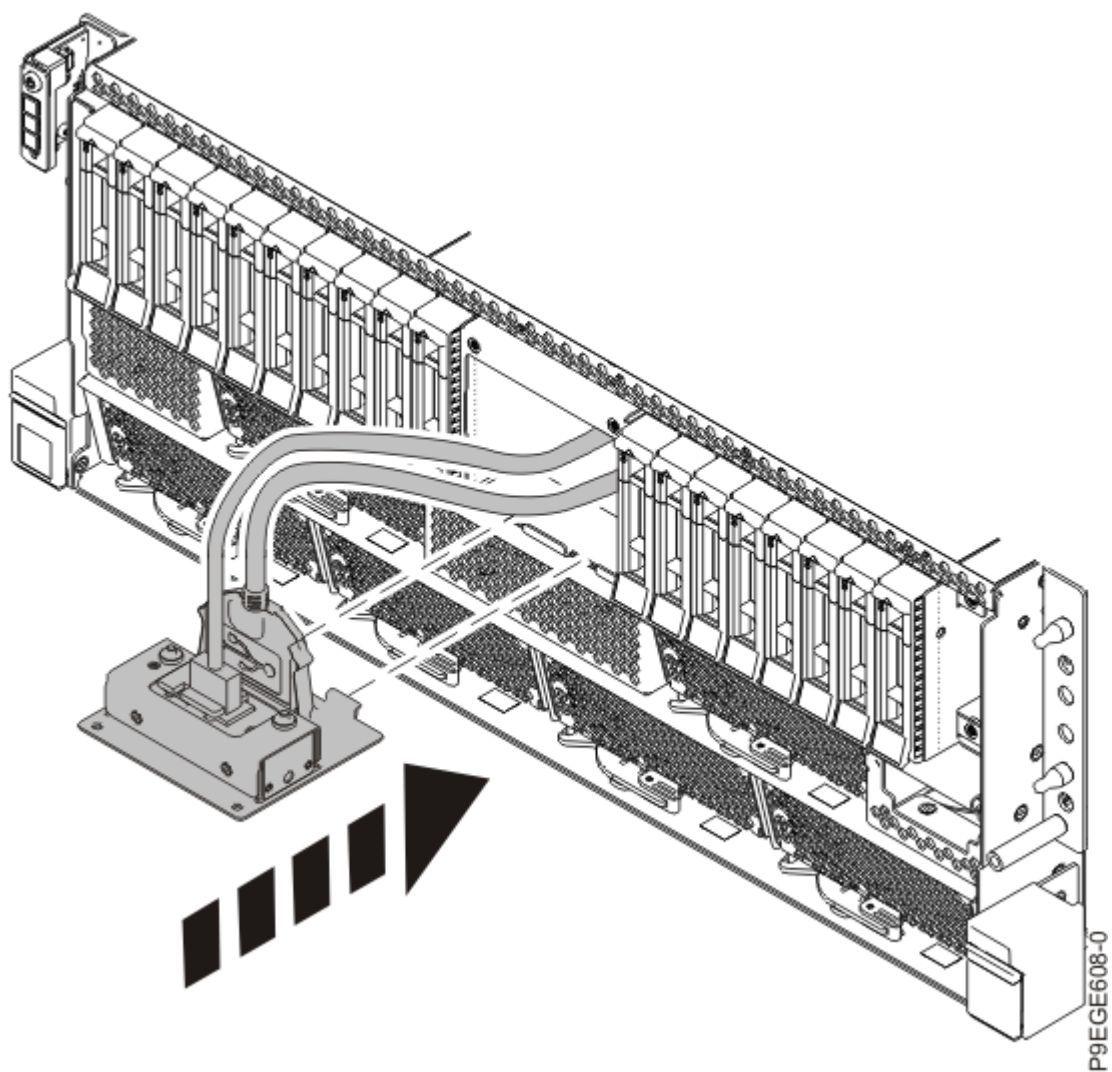

図 23. 前面 USB ケーブルの挿入
3. 前面 USB ケーブルをシステムの 前面にある開口部に挿入します (25 ページの図 23 を参照)。ケーブルを、シャーシを通してシステム・シャーシの右側に沿って配線します。